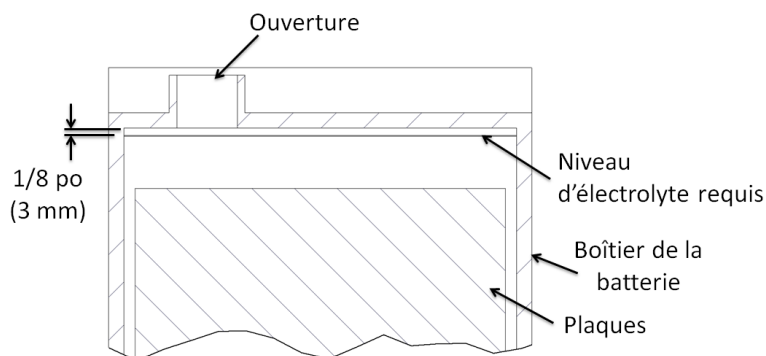

Figure 20 : Détails du niveau d'électrolyte
1. Versez lentement l'eau à l'intérieur des cellules où le niveau d'électrolyte est bas. Remplissez-la jusqu'à ce que le niveau atteigne environ 1/8 de pouce (3 mm) sous le dessus du compartiment (voir la Figure 20).